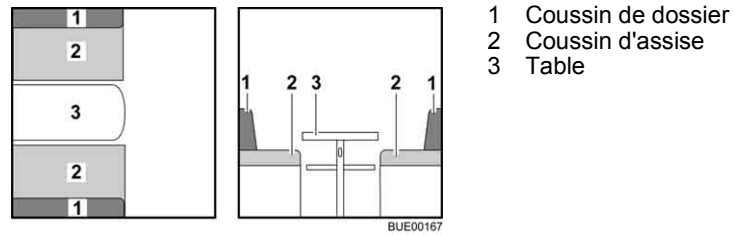

Fig. 86 Avant la transformation
- Convertir la table (Fig. 86,3) en sommier de lit (voir paragraphe 6.11).